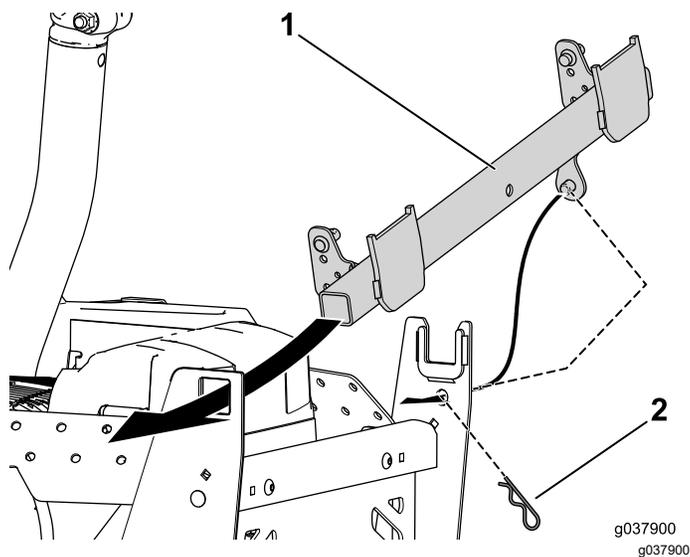

Figure 24
- Insérez le côté carré du pivot dans l'ouverture du support gauche du système de ramassage et le tenon dans le support droit (Figure 24).
2. Insérez la goupille fendue dans le tenon pour fixer le pivot au support du système de ramassage (Figure 24).